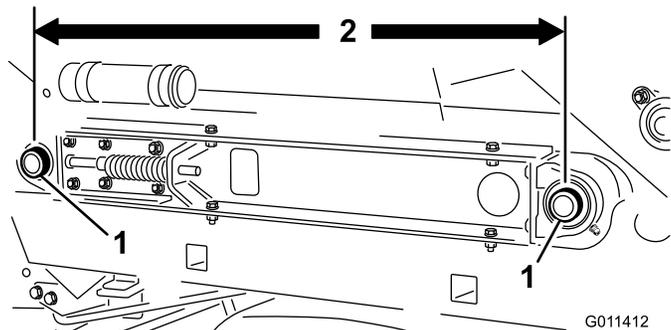

Bild 27
3. Stellen Sie sicher, dass der Abstand in der Mitte zwischen den Förderbandrollenwellen (Bild 27) an jeder Seite der Maschine gleich ist (ca. 89,5 cm).